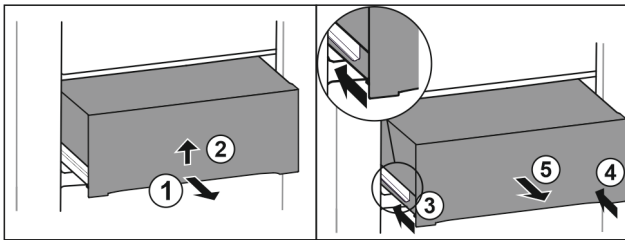

Fig. 48
- ▶ Вытяните выдвижной ящик наполовину. Fig. 48 (1)
- ▶ Поднимите выдвижной ящик за нижнюю часть. Fig. 48 (2)
- ▶ Вставьте левую направляющую. Fig. 48 (3)
- ▶ Вставьте правую направляющую. Fig. 48 (4)
- ▶ Извлеките выдвижной ящик движением вперед. Fig. 48 (5)